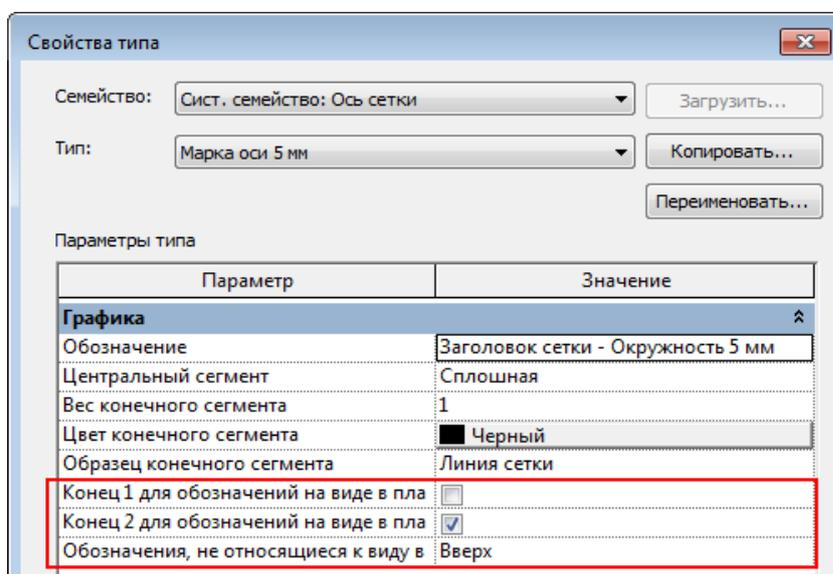

Рисунок 3.33 Настройка отображения марок сетки
3. В диалоговом окне "Свойства типа" (рисунок 3.33) выполните одно из следующих действий.